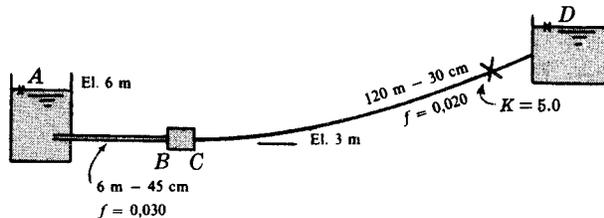

Fig. 7-9
50. Si la bomba *B* de la Fig. 7-9 transfiere al fluido 70 CV cuando el caudal de agua es de 220 l/seg, ¿a qué elevación puede situarse el depósito *D*? Sol. 21,0 m